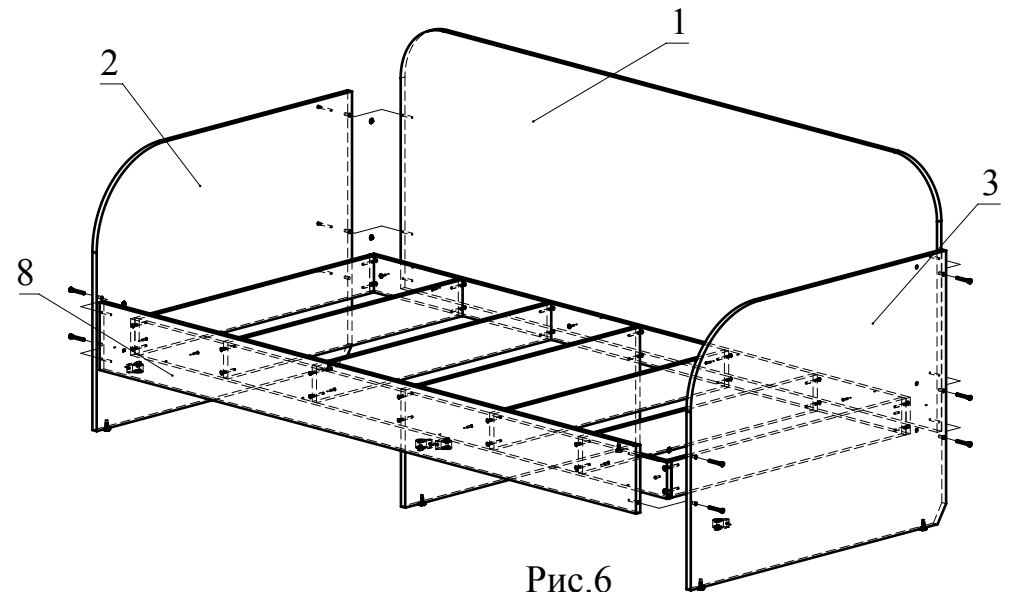

Рис.6
7. Соберите сборку согласно схеме (Рис. 6). Для стягивания деталей 5 с деталями 2 и 3 используйте конфирматы. Соедините детали 5 с деталями 1 и 8 при помощи шурупов 4х30 (Рис.6).